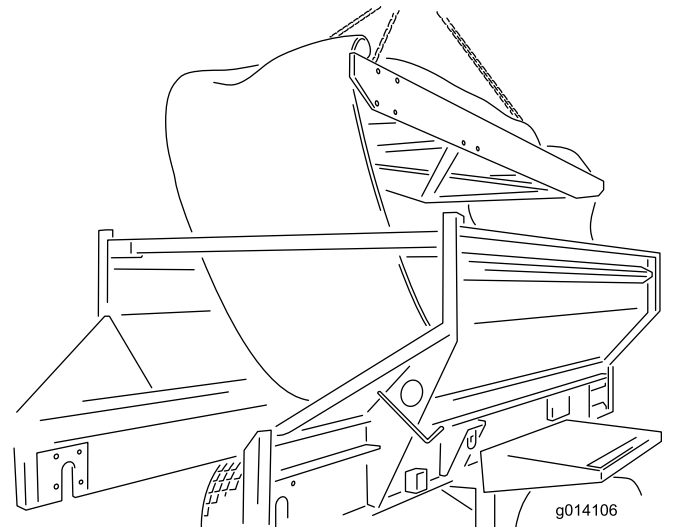

Bild 61
24. Entfernen Sie den Einsatz, indem Sie ihn von oben aus der Maschine heben. Stellen Sie ihn auf den Boden (Bild 61).